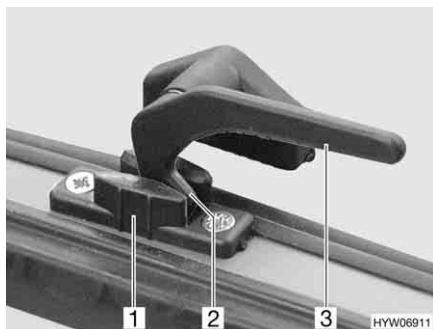

Fig. 23 Leva di serraggio in posizione "Aerazione continua"
- In posizione di "Aerazione continua" (Fig. 23)
- Ruotare la leva di serraggio (Fig. 23,3) di un quarto di giro verso il centro della finestra.
- Girare nuovamente all'indietro la leva di serraggio. Riportare contemporaneamente il nasello di chiusura (Fig. 23,2) nella rientranza della chiusura della finestra (Fig. 23,1).